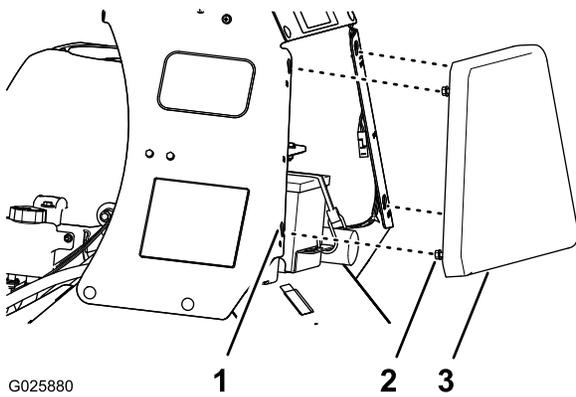

Figura 23
1. Afloje los 4 pernos con arandela prensada que sujetan el teclado en los paneles derecho e izquierdo de la consola (Figura 23).
2. Levante el teclado de la consola (Figura 23) unos 13 mm (1/2").
3. Tire del teclado de la consola hacia atrás en línea recta y retire el teclado de la máquina (Figura 23).
1. Alinee los 4 pernos con arandela prensada en la cara hacia adelante del teclado de la consola con las 4 ranuras en forma de bocallave del bastidor de la consola (Figura 23).
2. Mueva el teclado hacia adelante hasta que el teclado quede a nivel con el bastidor de la consola (Figura 23).
3. Mueva el teclado hacia abajo hasta que los pernos con arandela prensada queden asentados en las ranuras en forma de bocallave (Figura 23).